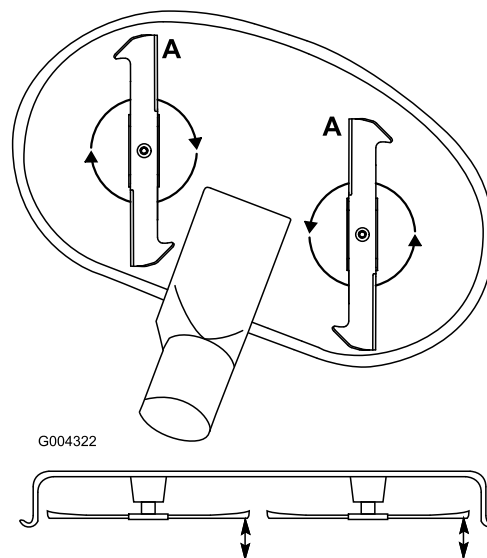

Figura 49
1. Gire las cuchillas hasta que los extremos estén orientados hacia adelante y hacia atrás (Figura 49). Mida desde una superficie nivelada hasta el filo de corte, posición A, de las cuchillas (Figura 49). Anote esta dimensión.